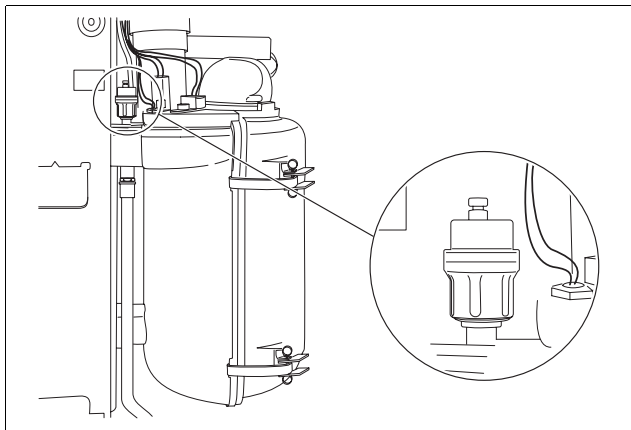

Fig. 8 *Disaeratore automatico*
- Allentare di un giro la calotta del disaeratore automatico (fig. 8) per consentire la fuoriuscita dell'aria residua.